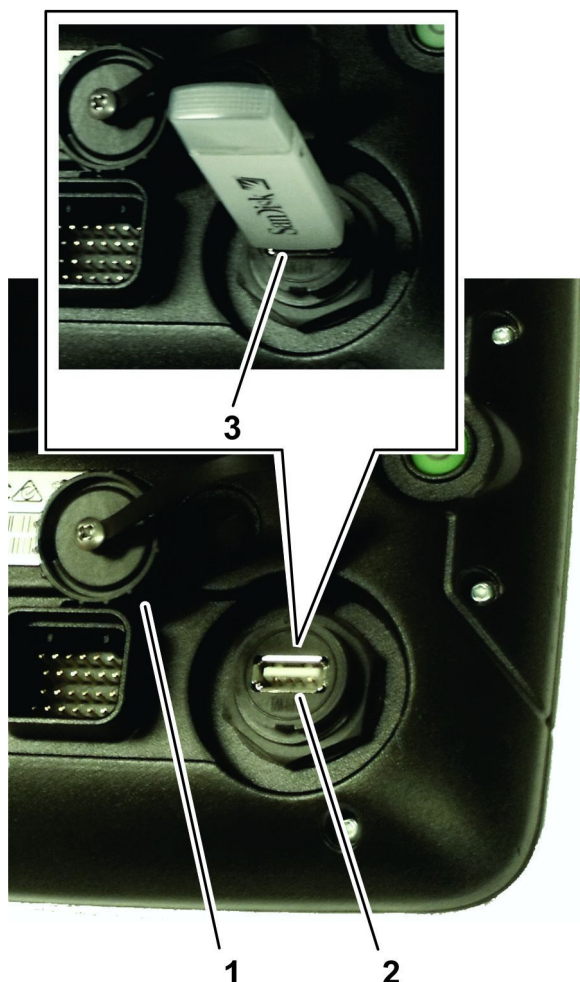

Figura 22
1. Retire el tapón del puerto USB situado debajo del botón de alimentación (Figura 22).
2. Inserte un dispositivo USB en el puerto USB (Figura 22).